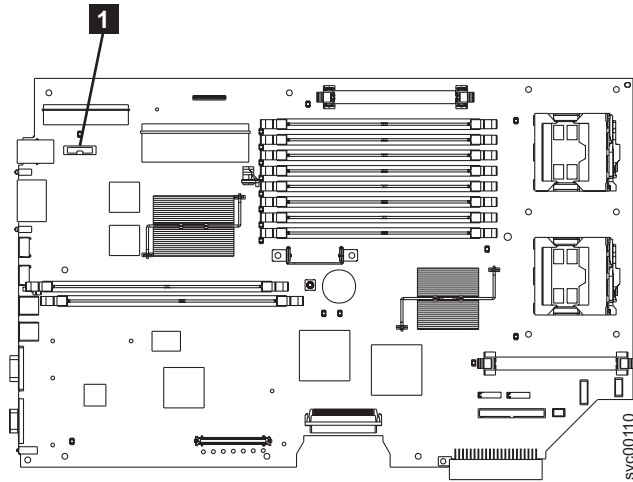

図 178. SAN ボリューム・コントローラー 2145-8F2 上の CMOS バッテリーの位置
1. 新しいバッテリーをバッテリー・ソケットに挿入します。594 ページの図 178 には、バッテリー・ソケットの位置 (1) を記載してあります。